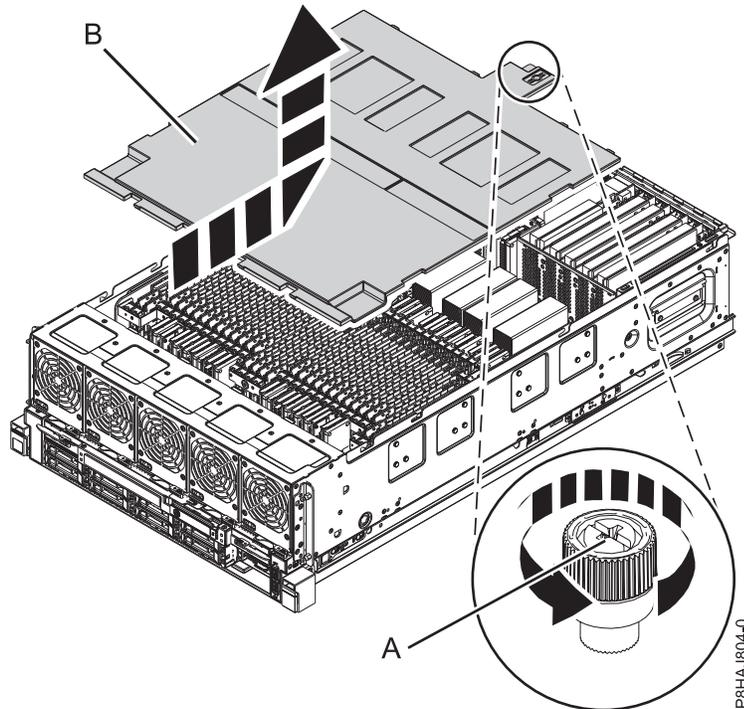

Abbildung 11. Sicherheitsabdeckung ausbauen
2. Lösen Sie die Rändelschraube (A) an der Rückseite der Abdeckung, indem Sie sie in die in Abb. 11 auf Seite 33 gezeigte Richtung drehen.
3. Schieben Sie die Sicherheitsabdeckung (B) zur Rückseite des Systems. Wenn sich die Vorderseite der Abdeckung von der oberen Rahmenleiste gelöst hat, heben Sie die Abdeckung an und vom System ab.